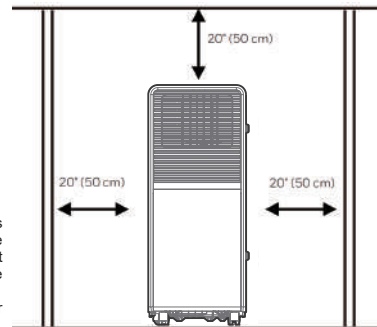

Fig. 4
- Przenośna klimatyzacja powinna być zainstalowana w wolnym i niezakłóconym miejscu. Nie blokuj wylotu powietrza, a wymagany odstęp wokół urządzenia powinien wynosić co najmniej 50 cm. (Patrz rys. 4)
- Et bærbart klimaenlegg bør installeres på et fritt og uforstyrret sted. Ikke blokkér luftutløpet, og den nødvendige avstanden rundt enheten bør være minst 50 cm. (Se Fig. 4)
- En bærbar luftkondisjonering bør installeres på en fri og ostörd plats. Blockera inte luftutløpet, och det erforderliga avståndet runt enheten ska vara minst 50 cm. (Se Fig. 4)